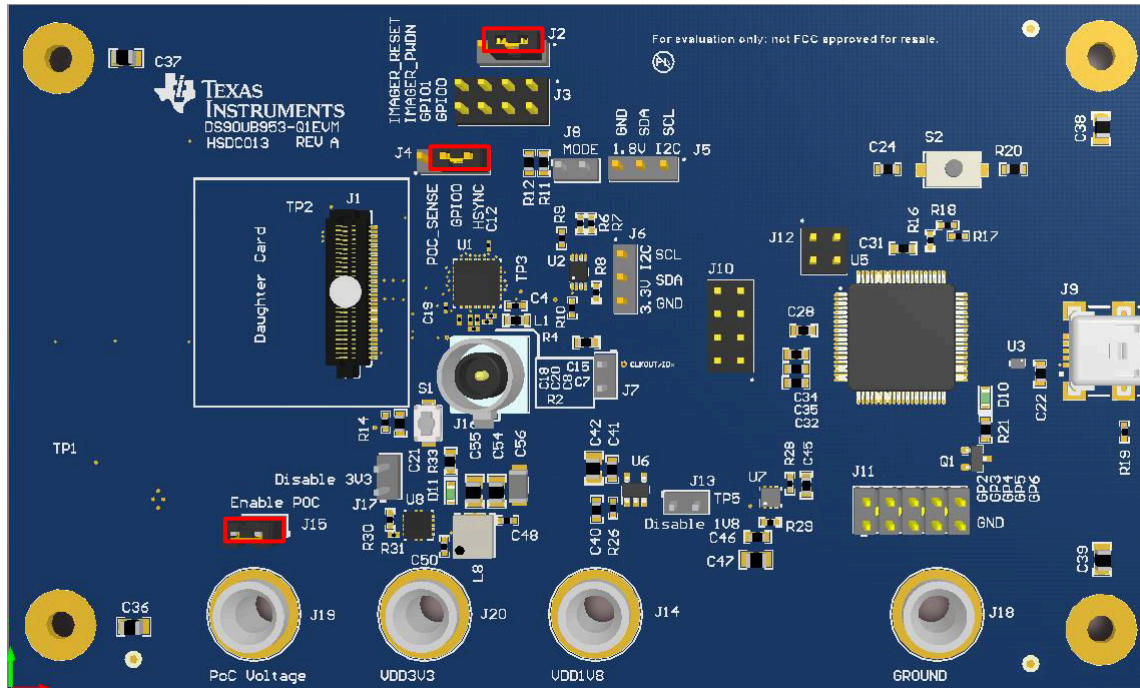

图 3-33. 安装了跳线的 DS90UB95x-Q1EVM
11. 在 DS90UB953EVM 上，确保跳线覆盖图 3-33 中所所示的接头。